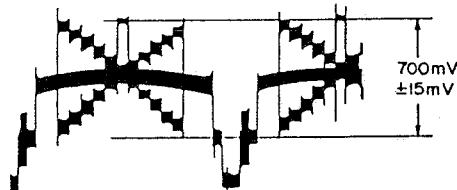

Fig. 4-7
6) Réglage du niveau AIC (Figs. 4-7, 4-52)